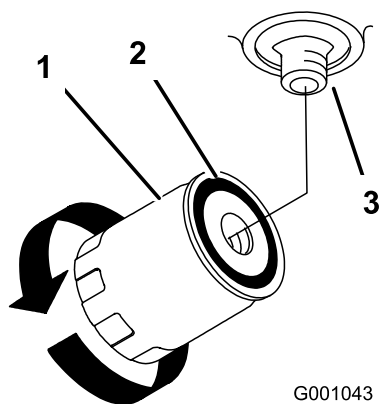

Figure 79
7. Appliquez une fine couche d'huile propre sur le joint en caoutchouc du filtre de rechange (Figure 79).
9. Remplissez le réservoir hydraulique jusqu'à ce que le liquide déborde du filtre. Tournez alors le filtre à huile dans le sens horaire jusqu'à ce que le joint en caoutchouc vienne toucher l'adaptateur du filtre. Serrez ensuite le filtre de 1/2 tour supplémentaire (Figure 79).